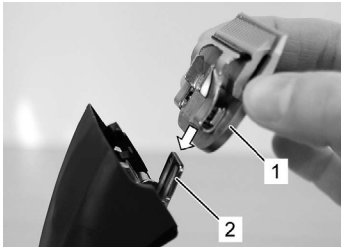

図 15
6. 好みのバリカンヘッドをブレードヒンジにはめ込みバリカンへ軽く押し付けます (図 15、16、17)。